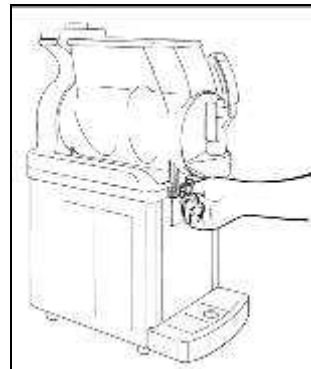

Fig. 25
- Svitare e sfilare i pomelli (fig.25).